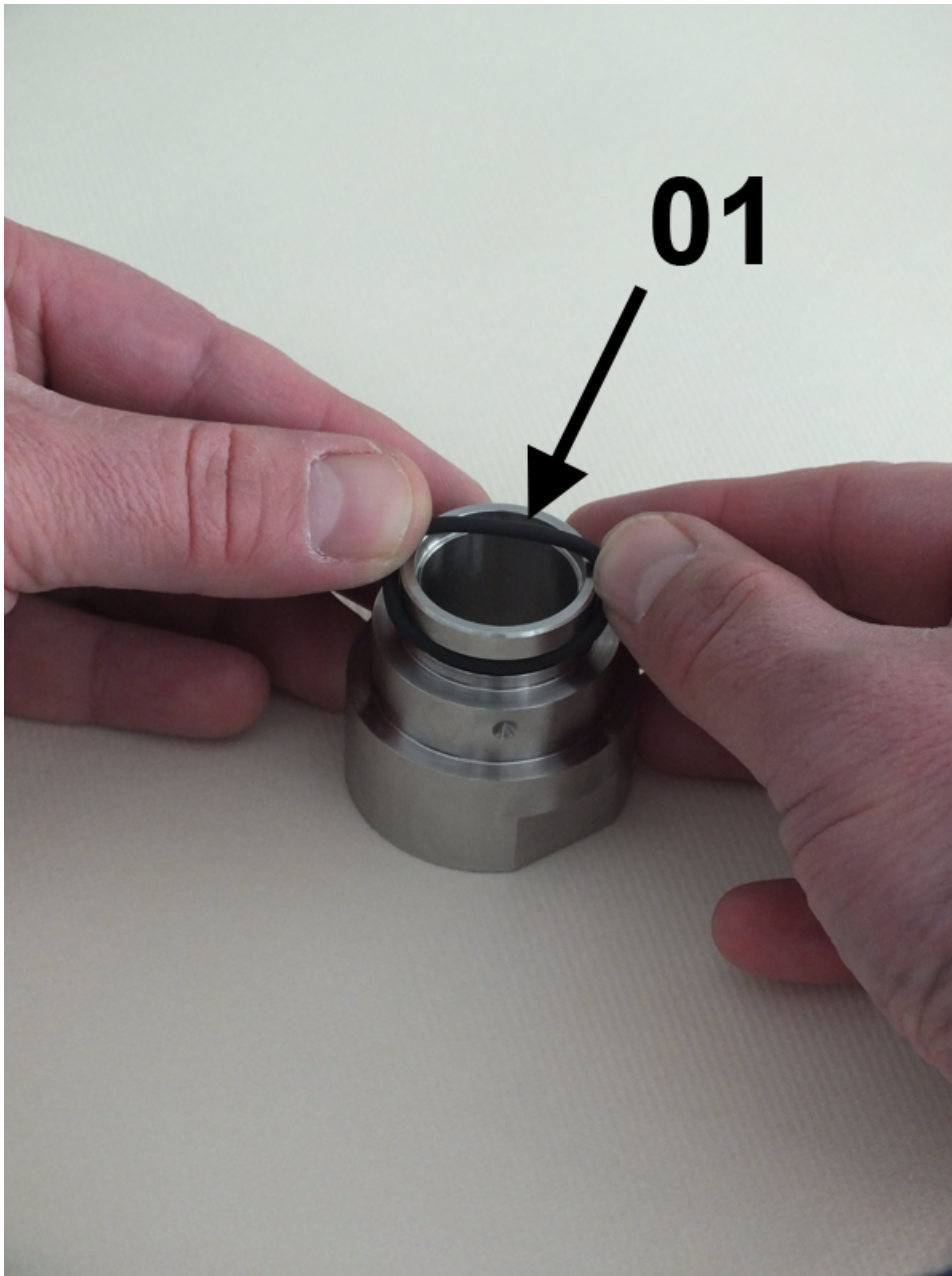
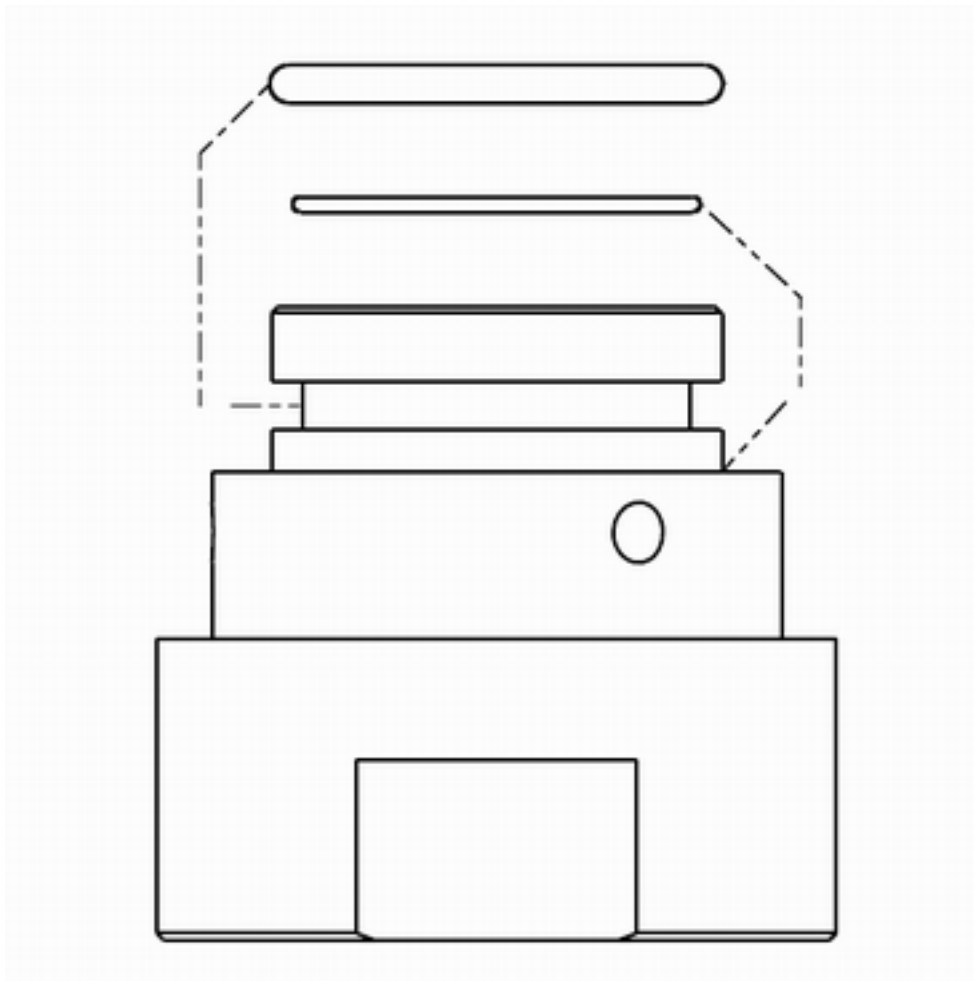

Abb. 40: O-Ring (Dichtung)
Abb. 42: Position der O-Ringe
1. ➤ O-Ring (Dichtung) vorsichtig auf die Verschraubung aufziehen (*Abb. 40/01*), so dass er im oberen O-Ringsitz der Verschraubung sitzt (*Abb. 42*). Dabei darauf achten, dass der O-Ring nicht überdehnt wird
2. ➤ O-Ring (Glaspuffer) vorsichtig auf die Verschraubung aufziehen (Abb. 41/01), so dass er im unteren O-Ringsitz der Verschraubung sitzt (Abb. 42). Dabei darauf achten, dass der O-Ring nicht überdehnt wird